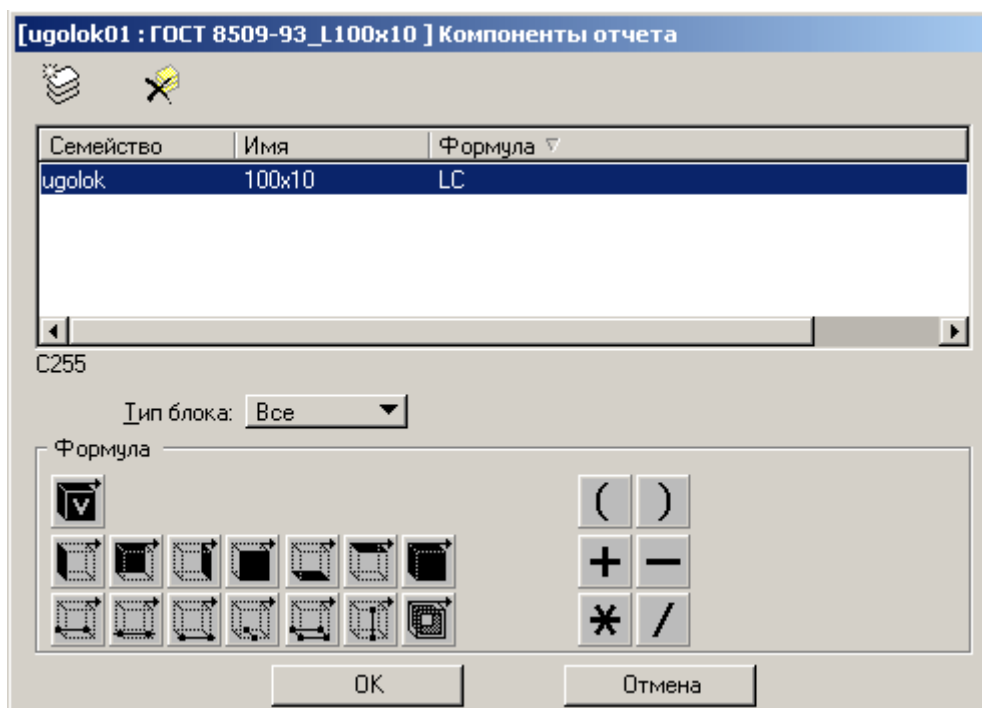

Рисунок 53
- с. **Компоненты отчета** – в данной закладке (Рисунок 53) выбирается нужный компонент. Затем в строке **Формула** пишется следующая строчка: **LC**, где **LC** – длина элемента по его центральной линии (вторая слева снизу пиктограмма в поле **Формула**). Это означает, что масса металлоконструкций будет считаться как длина всего элемента, умноженная на массу погонного метра профиля.